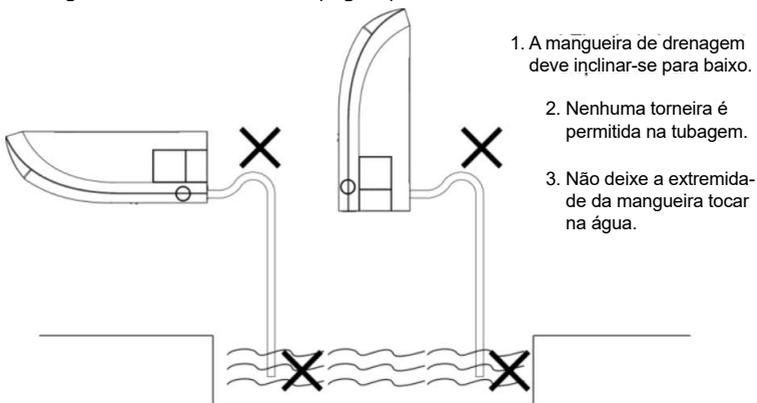

Fig 20
- (5). Ligue a mangueira de condensados (Fig.20)